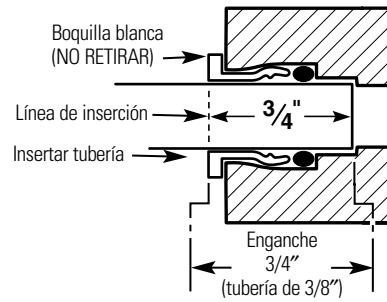

Fig. 7
- Empuje la tubería firmemente hacia cada conexión en el recolector hasta que la tubería esté nivelado con el collar. (Si se retira la tubería, vuelva a cortar el extremo, mida, marque y vuelva a insertar). La tubería debe estar firmemente insertada para evitar fugas (Fig. 7). **(Para retirar la tubería: Libere y sostenga la boquilla blanca; Hale la tubería hacia fuera para retirar.)**